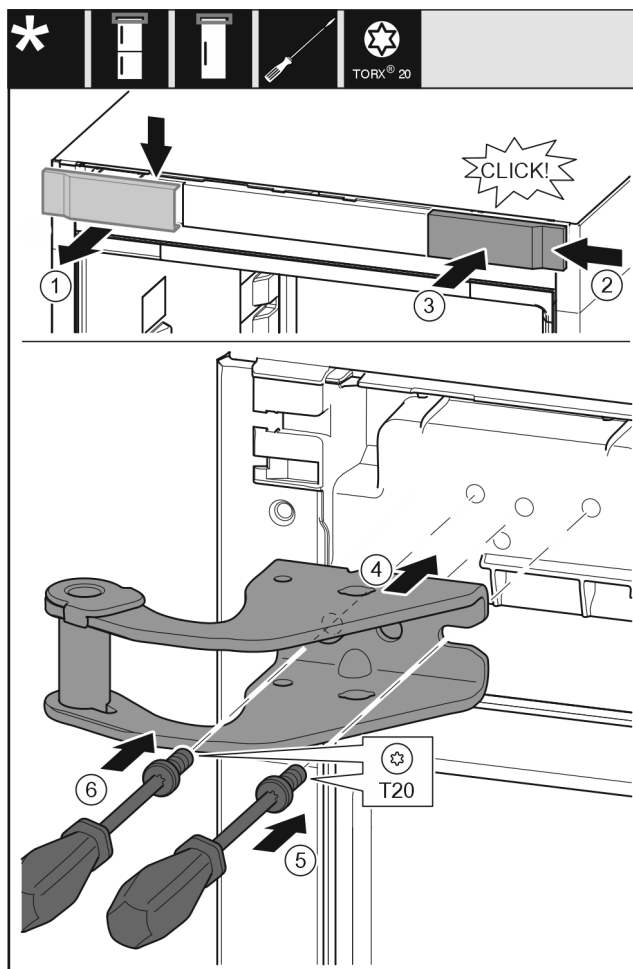

Fig. 14
- ▶ Vegye ki felülről a fedelet Fig. 14 (1) előrefelé.
- ▶ Akassza be a fedelet Fig. 14 (2) 180°-kal elfordítva a másik oldalra jobb felől.
- ▶ Pattintsa be a fedelet Fig. 14 (3).
- ▶ Helyezze fel a felső csapágybakot Fig. 14 (4).
- ▶ Helyezze fel és húzza meg a csavart Fig. 14 (5) csavarhúzóval.
- ▶ Helyezze fel és húzza meg a csavart Fig. 14 (6) csavarhúzóval.